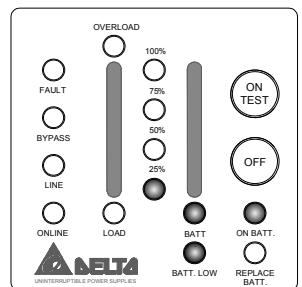

Рис. 3-11 Индикация при разряженной батарее
**Батарея разряжена.** Индикатор оповещает пользователя о величине оставшегося заряда батарей. При разряде батареи ниже определенного уровня (низкий уровень заряда) ИБП подает звуковые сигналы длительностью 0,5 сек с интервалом 1,5 сек до полного разряда батареи (см. рис. 3-11).